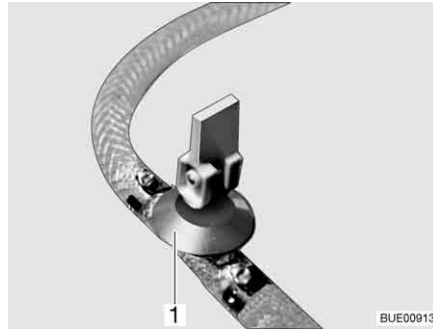
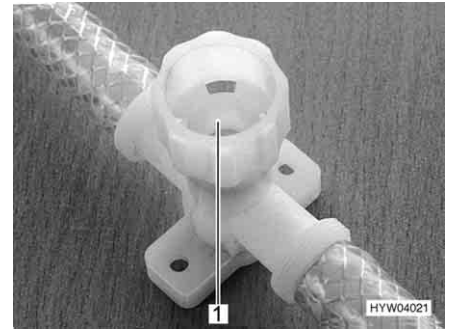

Fig. 242 Llave de desagüe (con balancín)
Fig. 243 Llave de desagüe (con tapa giratoria)
- Abrir todas las llaves de desagüe. Para esto, poner el balancín de la llave de desagüe (Fig. 242,1) en posición vertical o girar la tapa de la llave de desagüe (Fig. 243,1) en sentido contrario a las agujas del reloj.